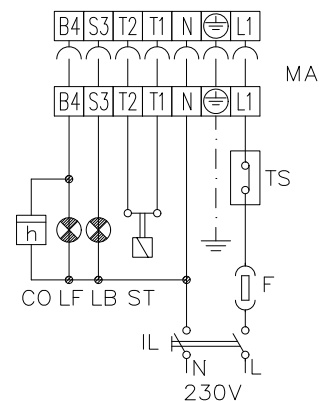

Рис. 13
- ? Выполните электрические подсоединения, следуя схеме на Рис. 13.